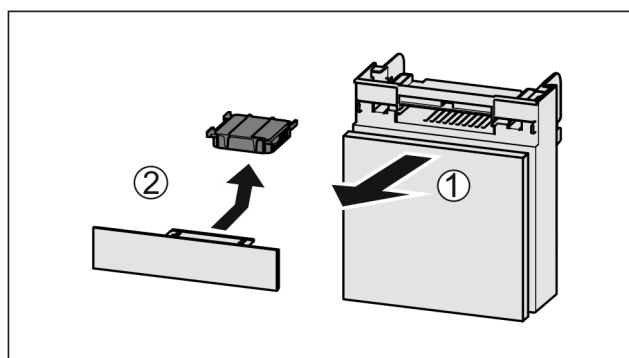

Fig. 164
- Extrageți Fig. 164 (1) compartimentul către înainte.
- Scoateți Fig. 164 (2) filtrul de cărbune activ.